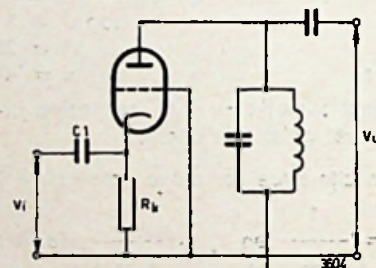

Fig. 7
- Roosterbasisschakeling (zie fig. 7).